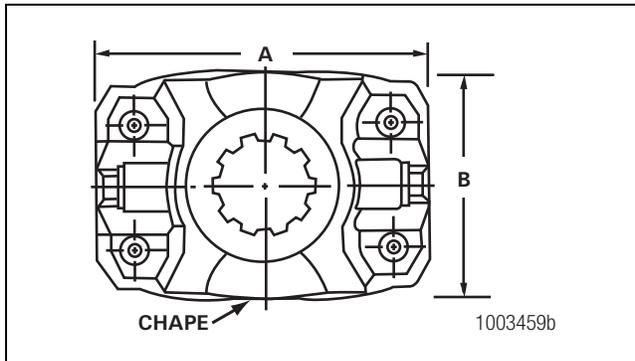

Figure 10.2
1. Mesurer les dimensions A et B de la chape intéressée. Figure 10.2.